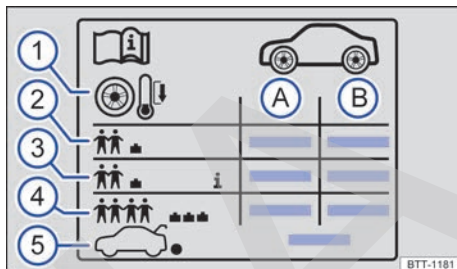

Fig. 177 Símbolos en el adhesivo de la presión de los neumáticos.
Datos que figuran en el adhesivo de la presión de los neumáticos → fig. 177:
En función del vehículo, el adhesivo de la presión de los neumáticos puede incluir una presión de confort → fig. 177 ③. La presión de confort permite aumentar el confort de marcha. Cuando se circula con la presión de confort, puede que se incremente el consumo de combustible.